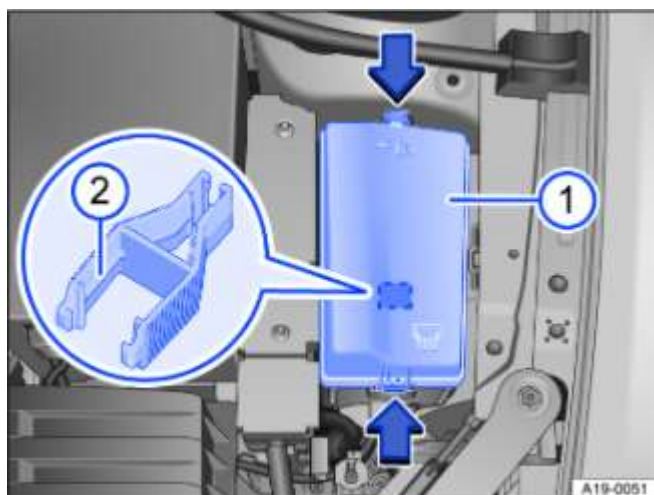

Fig. 168 Dans le compartiment-moteur : boîte à fusibles avec pince en plastique
- Poussez les dispositifs de verrouillage dans le sens des flèches → Fig. 168 pour déverrouiller le cache de la boîte à fusibles → Fig. 168 (1).
Une pince en plastique servant à retirer les fusibles peut se trouver dans la boîte à fusibles → Fig. 168 (2).